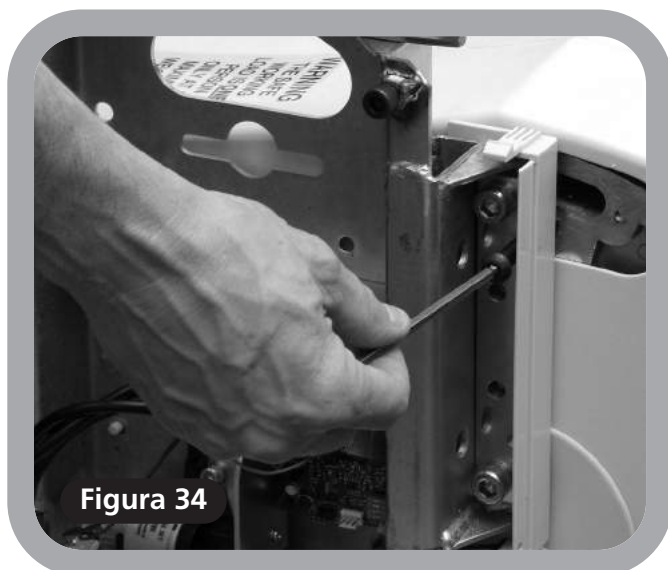

Figura 34
- 5 Fissate il bullone di sicurezza (**Figura 34**). Questo necessita di essere lasciato sufficientemente libero in modo da permettere alla copertura posteriore di passare dietro.